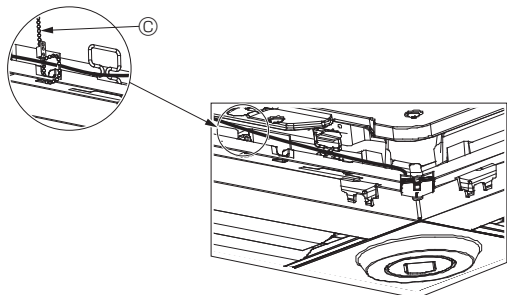

Fig. 5-13
- Fixez les fils du capteur i-See et du récepteur de signal au panneau à l'aide des fixations, comme indiqué sur le schéma, de sorte qu'il n'y ait pas de mou au niveau des fils, puis coupez le fil qui dépasse aux extrémités de la fixation. (Fig. 5-13)
- Si la position du capteur i-See a été permutée de la position "o" (E) à la position "□" (F), changez le paramétrage des commutateurs. (Voir page 44.)